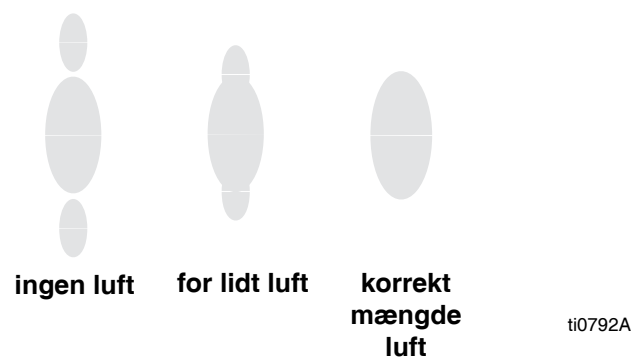

FIG. 7. Problemer med spredningen
2. Se FIG. 7. Indstil forstøvningslufttrykket til ca. 35 kPa (0,35 bar, 5 psi) ved aktivering af aftrækkeren. Kontroller spredningen, og øg derefter langsomt lufttrykket, indtil haler forstøves fuldstændigt og trækkes ind i spredningen. Lufttrykket til pistolen må ikke overstige 0,7 MPa (7 bar, 100 psi).
3. Se FIG. 7. Hvis der ønskes mindre spredning, drejes ventilknappen til justering af spredningen (AA) mod uret (ud). Hvis spredningen stadig er for stor, øges lufttrykket til pistolen en smule, eller der anvendes en anden dysestørrelse.